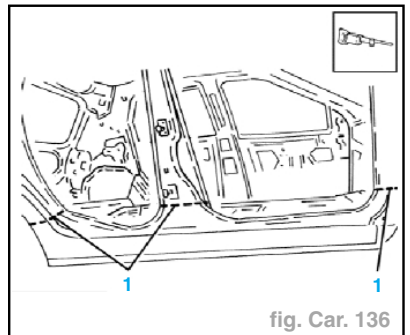

fig. Car. 136
- Réaliser les trois découpes sur la pièce comme indiqué dans l'illustration (fig. Car. 136).